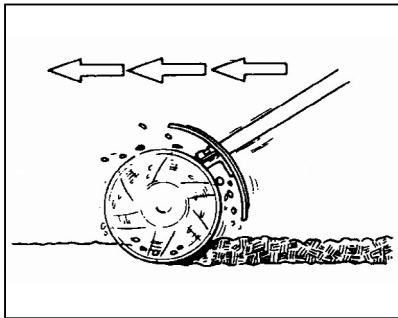
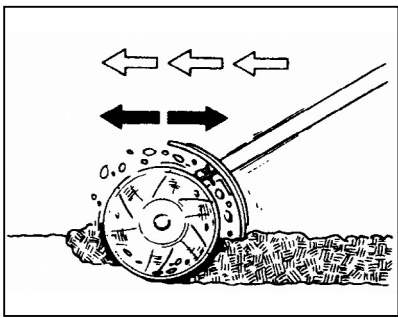

Fig. 7
Fig. 8
- b. For shallow tilling, move the unit quickly over soil surface. (Fig. 7)
- For deeper tiling, hold the unit over the same area with the gentle back and forth motion. (Fig. 8)
- b. Si on veut le labourage peu profond , déplacer vite l'ensemble sur la surface du sol (Fig. 7). Si on veut le labourage plus profond, maintenir l'ensemble dans le même endroit avec des mouvements d'avant en arrière et d'arrière en avant. (Fig. 8)